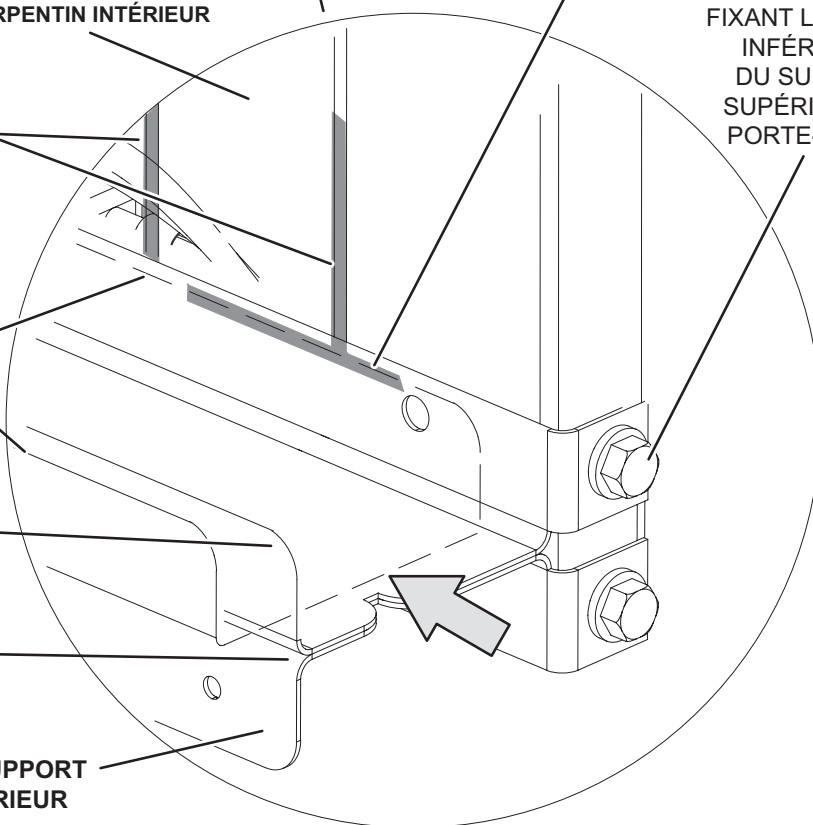

FIGURE 25
L'ionisateur facultatif de type brosse produit des ions positifs et négatifs pour nettoyer l'air et réduire la quantité de contaminants présents dans l'air. L'ionisateur a été conçu pour nécessiter peu d'entretien. L'unité doit être vérifiée deux fois par an pour s'assurer que les brosses sont propres et garantir ainsi un débit maximal. L'ionisateur est situé derrière les filtres. Voir FIGURE 25.
- 1 - Retirer les filtres, les vis fixant le haut et le bas du support de filtre supérieur, ainsi que les serre-fil que les vis maintiennent en place. Voir FIGURE 25.